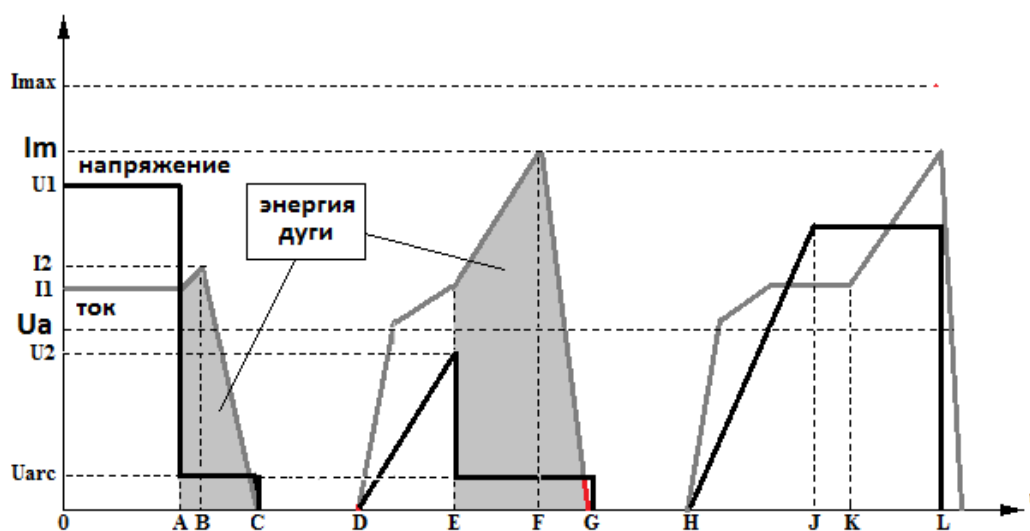

Рис. 16 — Схема детектирования дуги в различных режимах.
**Детектирование дуги по падению напряжения** (см. рис. 16, ось абсцисс, интервал  $[0, C]$ ). На интервале  $[0, A)$  идет процесс нормальной работы. В момент  $A$  возникает
**Детектирование дуги по превышению тока** (см. рис. 16, интервал  $[D, G]$ ). В момент времени  $D$  источник питания включается, и на магнетроне начинает расти напряжение и ток. В момент времени  $E$  возникает дуга. Так как выходное напряжение еще не достигло уровня  $U_a$ , следовательно, детектирование дуги по падению напряжения производиться не будет. На интервале  $[E, F]$  ток продолжает расти, и в момент времени  $F$  достигнет максимального значения  $I_m$ , установленного оператором. После этого система дугоподавления подает на магнетрон импульс тока положительной полярности, и дуга гасится на интервале  $[F, G]$ .
**Превышение предельного тока без возникновения дуги** (см. рис. 16, интервал  $[H, L]$ ). Такой случай возможен, например, при резком увеличении давления в камере. Он характеризуется тем, что напряжение на магнетроне остается постоянным, а ток начинает увеличиваться. В момент времени  $H$  источник питания включается, и на